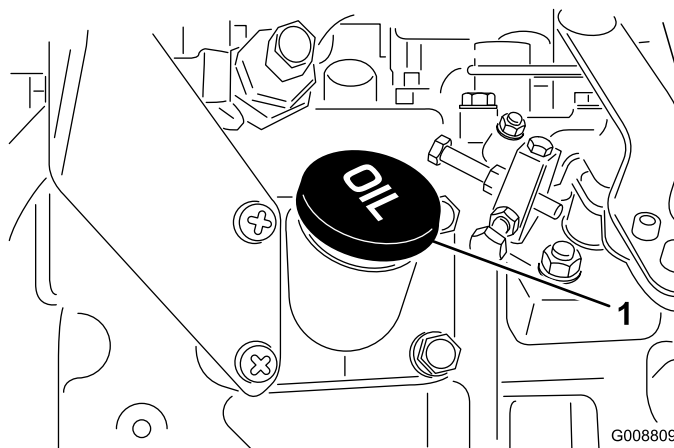

Figura 29
4. Si el nivel de aceite está por debajo del intervalo seguro, retire el tapón de llenado (Figura 29) y añada aceite hasta que el nivel llegue a la marca LLENO.